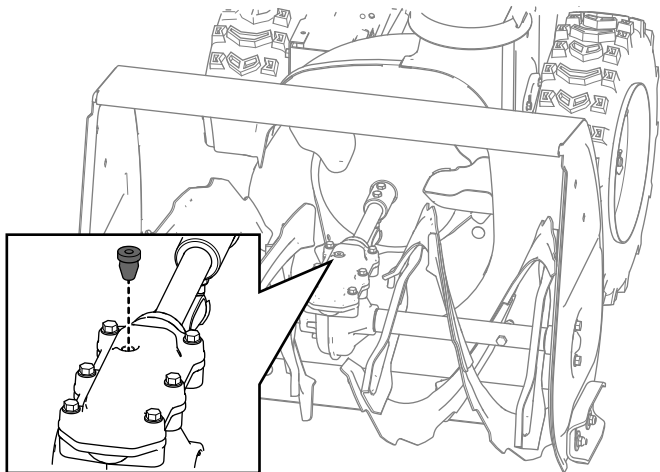

Bild 38
2. Reinigen Sie den Bereich um den Rohrverschluss und entfernen Sie den Rohrverschluss vom Getriebe (Bild 38).